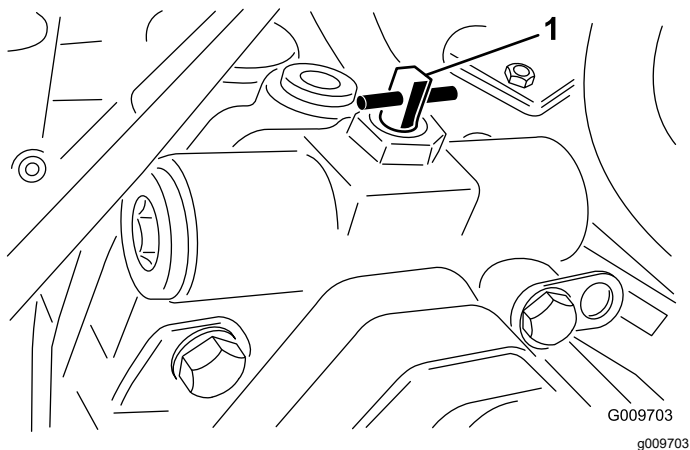

Figura 41
3. Gire la válvula de desvío 90° (¼ de vuelta) en cualquier sentido para abrirla y dejar pasar el fluido internamente (Figura 41).
2. Gire la válvula de desvío 90° (¼ de vuelta) en cualquier sentido para abrirla y dejar pasar el fluido internamente (Figura 41).